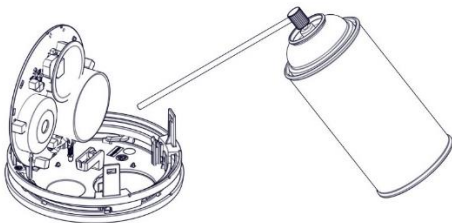

Figura 16
5. Utilizzare una bomboletta d'aria compressa per pulire detriti, polvere e sporco che si accumulano principalmente attorno alla camera di rilevazione del fumo (vedere Figura 16).